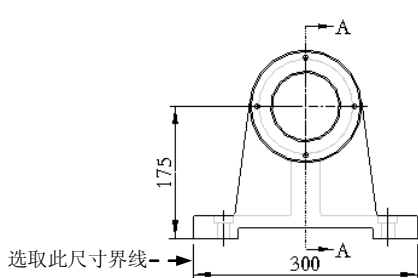

图 5.8.36 选取尺寸界线
(1) 选取上一步创建的尺寸，并右击尺寸文本，在系统弹出的快捷菜单中选择 **切换纵坐标/线性** 命令。
(2) 在系统  **选择一个纵坐标基准尺寸，或选择尺寸界线创建一个纵坐标基准尺寸。** 的提示下，选取图 5.8.36 所示的尺寸界线，此时线性尺寸转换为纵坐标尺寸，如图 5.8.37 所示。